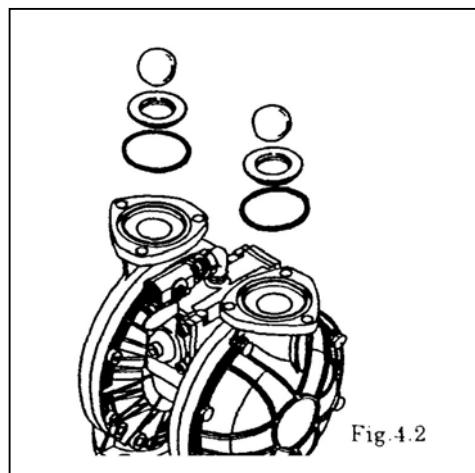

Fig. 4.2
- Verwijder de kogels, zittingen en O-ring.[Fig. 4.2]